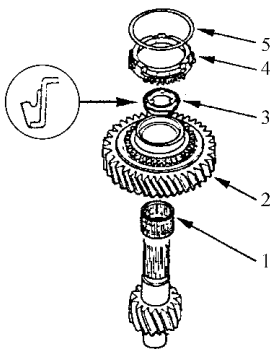

图 4-88 安装 1 档齿轮
- 2) 如图 4-88 所示，将滚针轴承、1 档齿轮及摩擦减振器安装到轴上。将一档齿轮同步环及同步弹簧安装到轴上。